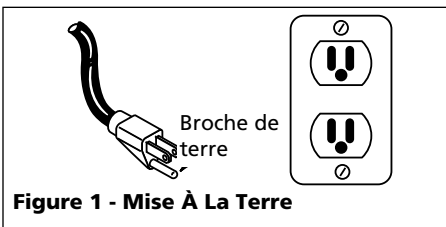

Figure 1 - Mise À La Terre
- Ce produit exige un circuit mis à la terre de 120V, 15 A (Voir Figure 1).